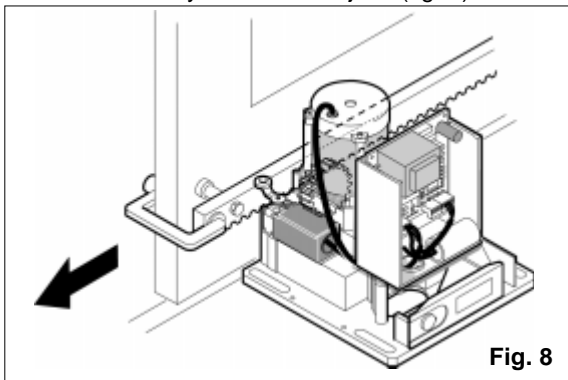

Fig. 8
- 4) Appuyer sur le pignon le premier élément de crémaillère en regard de la première entretoise (fig. 8).
- 5) Fixer l'élément de crémaillère sur le vantail au moyen d'un serre joint (fig. 8).